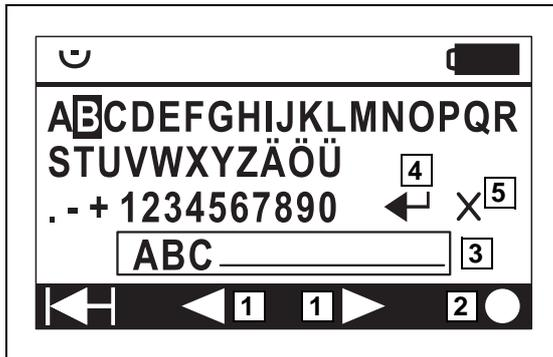

Fig. 86 : Modifier le nom
- Modifier le nom (8) (►► Fig. 86),
- ☒ Valider la fonction souhaitée avec la touche multifonction (9).